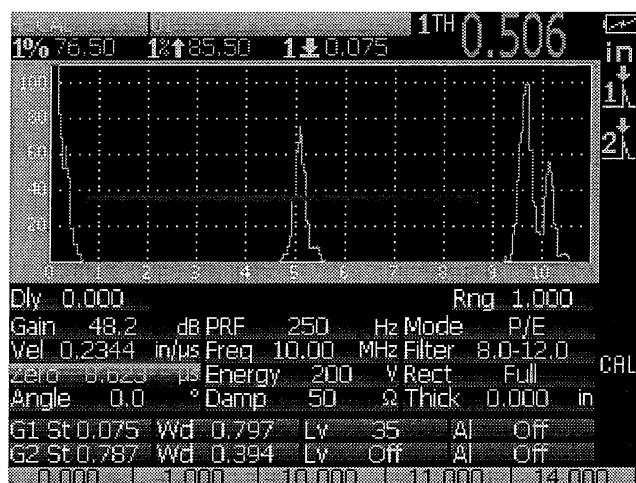

図 8-7 遅延材付き探触子を使用した試験片厚内部の校正画面
- 試験片からの第一回底面エコー (B1 エコー) がゲートの閾値を超える位置にゲート 1 を配置します。ゲインはエコー振幅がおよそ 80 % になるように調整します。測定値は A スキャン上に表示されます (図 8-7 参照)。